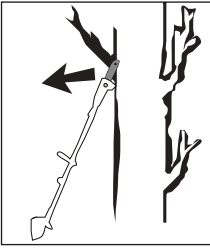

Fig. 2
- Un rebond peut survenir lorsque la pointe de la lame **16** touche un objet ou lorsque le bois s'incurve et que la chaîne de scie **17** reste coincée dans le trait de coupe (voir fig. 2).